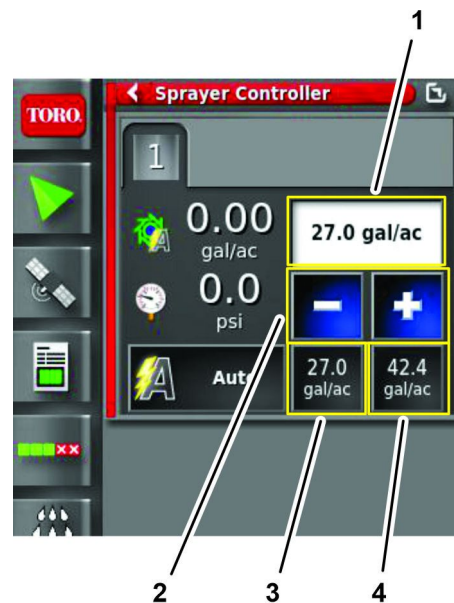

Figura 159
4. Se a taxa não estiver correta, altere a taxa com as taxas pré-definidas, por incrementos ou selecione a taxa atual e introduza manualmente o valor (Figura 159).